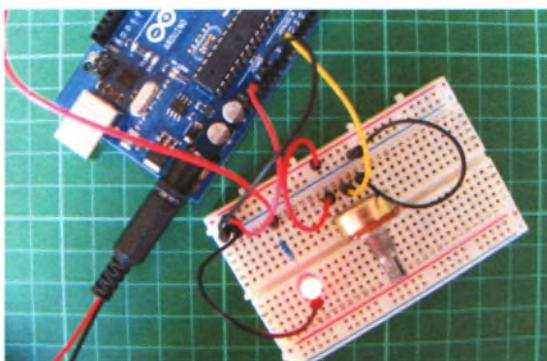

РИСУНОК 2.2
- Установите потенциометр на макетную плату и подключите центральный контакт потенциометра к контакту A0 платы Arduino. Подключите один из внешних контактов потенциометра к положительной шине 5 В, а другой — к заземлению (GND) на макетной плате (не имеет значения, в каком порядке подключены внешние контакты потенциометра; эти инструкции отражают вариант подключения, продемонстрированный в этой книге), как показано на рис. 2.2.